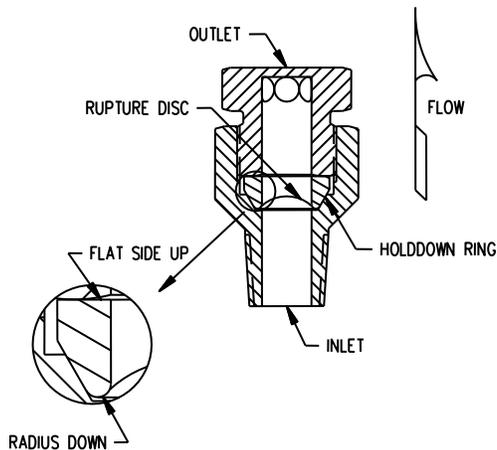
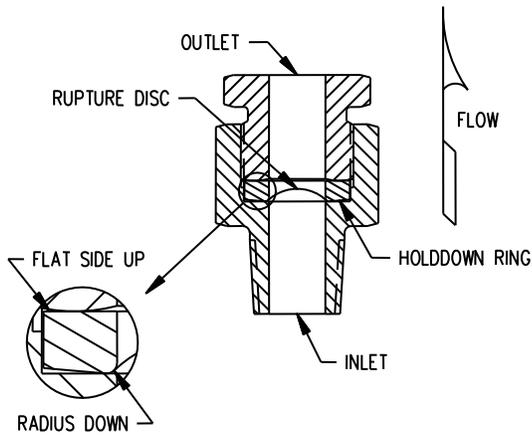

图 3 - 螺丝类型, 30° Seat
图 4 - 螺丝类型, Flat Seat
1. 为方便安装，请小心地将爆破片装配从管道上拆除 (见图 3 和 4)。
2. 放置上夹持器的环在爆破片上。30°座位的正确方向，请查看图 3；平座的正确方向，请查看图 4。